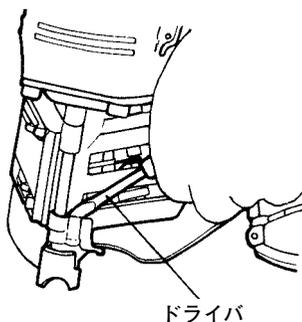

図 21
- 内部につまった釘を⊖ドライバなどで取り除きます。(図 21)